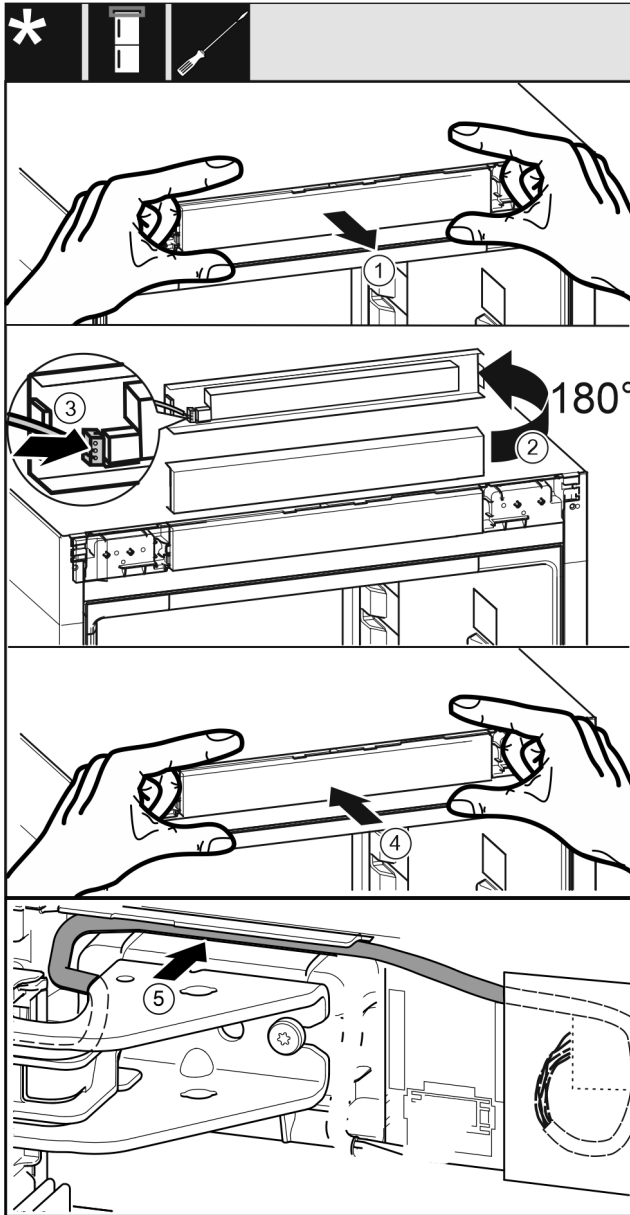

Fig. 41
- ▶ Retirer soigneusement le panneau de commande. *Fig. 41 (1)*
- ▶ Tourner le cache de 180° vers le haut. *Fig. 41 (2)*
- ▶ Enclencher la prise dans le cache de commande. *Fig. 41 (3)*
- ▶ Enclencher à nouveau le panneau de commande dans l'appareil. *Fig. 41 (4)*
- ▶ Poser délicatement le câble gris dans le guide au-dessus du support de palier supérieur. *Fig. 41 (5)*